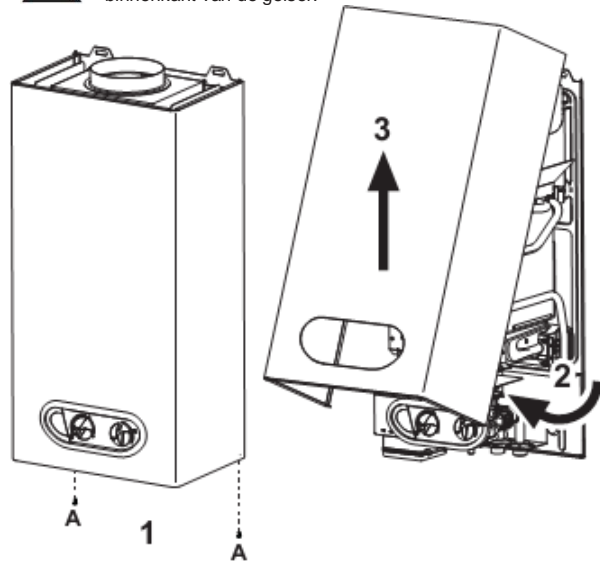

fig. 13 De behuizing openen
1. Draai de twee schroeven A los (fig. 13).